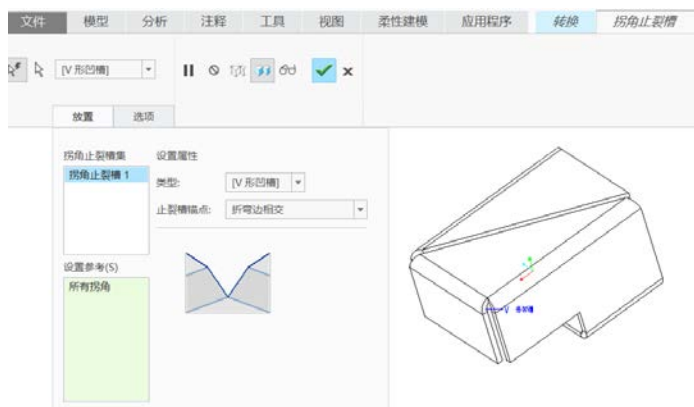

图 1-28 自动选择止裂槽的所有拐角
(13) 在“转换”选项卡中单击  (拐角止裂槽) 按钮, 打开“拐角止裂槽”选项卡。此时, 在“拐角止裂槽”选项卡中默认选中  (自动选择止裂槽的所有拐角) 按钮以自动选择模型中的所有拐角, 并且默认的拐角止裂槽“类型”为“[V 形凹槽]”, “止裂槽锚点”为“折弯边相交”, 如图 1-28 所示。